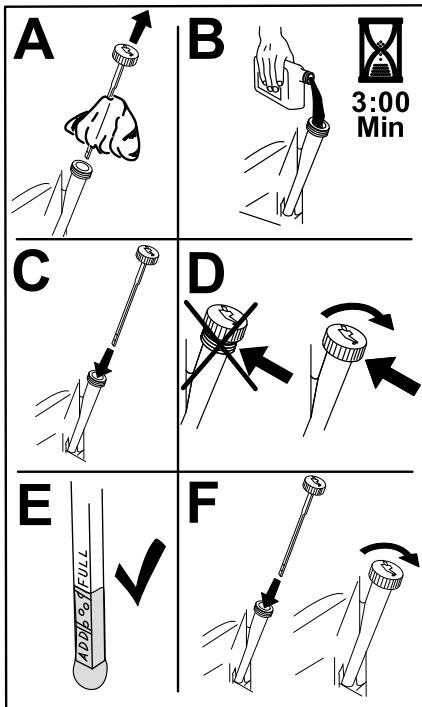

Bild 52
- Gießen Sie langsam ungefähr 80 % der angegebenen Ölsorte in den Einfüllstutzen und füllen Sie dann vorsichtig mehr Öl ein, um den Ölstand an die Voll-Markierung zu bringen (Bild 52).